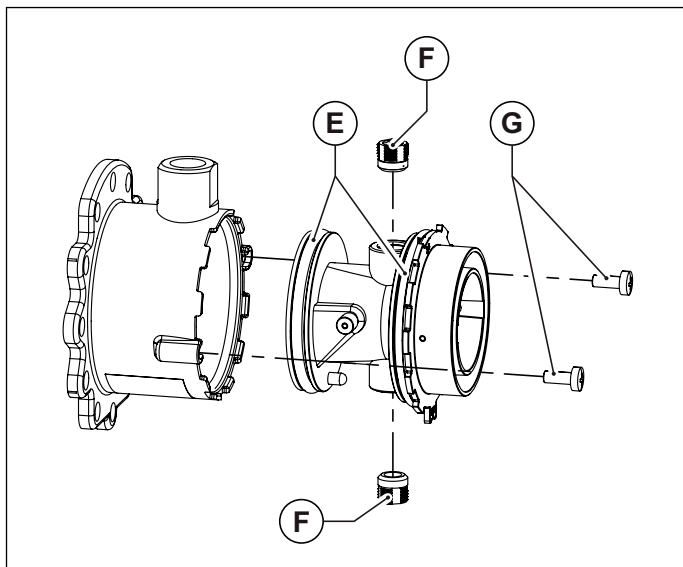
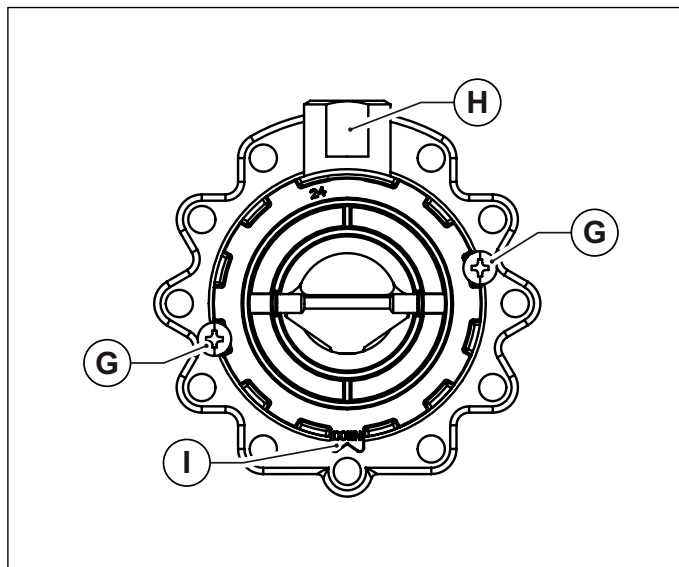

Рис. 28 Пластмасовий корпус змішувача
Рис. 29 Розташування для монтажу
- Відкрутіть два гвинта та вийміть пластиковий корпус змішувального вузла (дивись Рис. 28 Пластмасовий корпус змішувача).
- Використовуючи шостигранний ключ, викрутіть дві форсунки діаметром 6 мм (дивись Рис. 28 Пластмасовий корпус змішувача).
- Вставити пластмасовий корпус (трубку Вентурі) в вузол підмісу та зафіксувати його гвинтами, слідкуючи за тим щоб не пошкодити ущільнення які розташовані по краях пластмасового корпусу (див. Рис. 28 Пластмасовий корпус змішувача) правильно обрати монтажне положення (див. Рис. 29 Розташування для мотажу).
- Закріпіть вузол підмісу на вентиляторі за допомогою болтів з циліндричною головкою під шостикутник, не забуваючи встановити між ними кільцеве ущільнення (див. Рис. 28 Пластмасовий корпус змішувача).